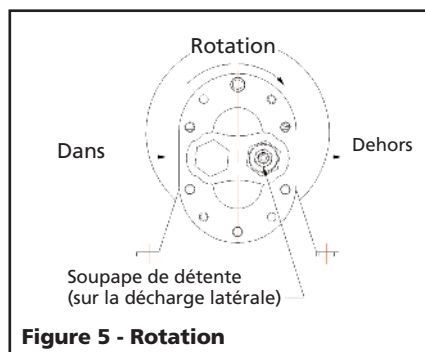

Figure 5 - Rotation
**ATTENTION** Les pompes sont bidirectionnels, connectez l'assemblée comme le montre la figure 5. Mauvaise entrée et de sortie direction ne veut donner aucune décharge et pourrait endommager la machine et l ou blesser le personnel.